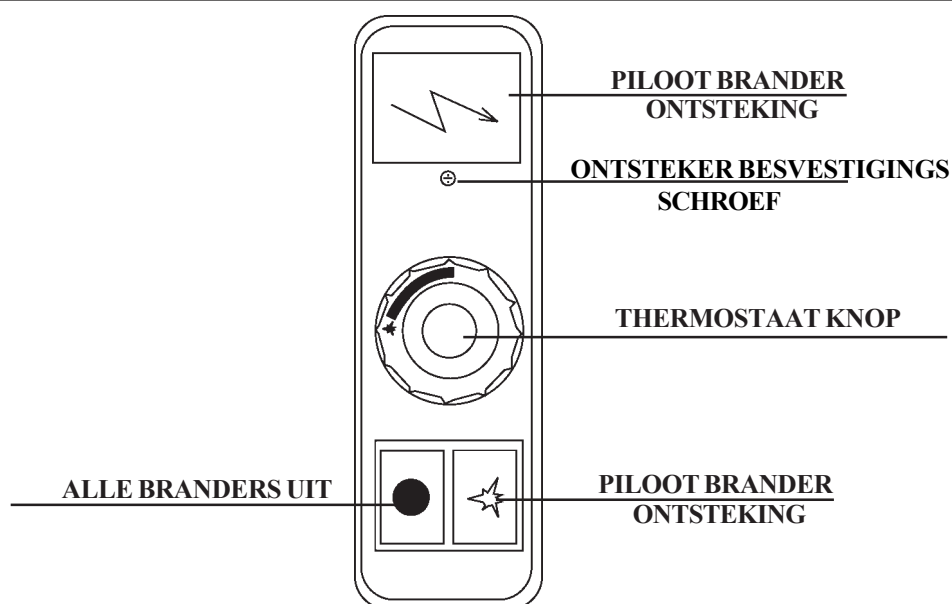

Fig. 9
E) Thermosstatisch ventiel. (Fig. 9)
AANDACHT! De knoppen moeten zijn zoals geïllustreerd op Fig. 9, vergeet niet om het thermokoppel te onderbreken.